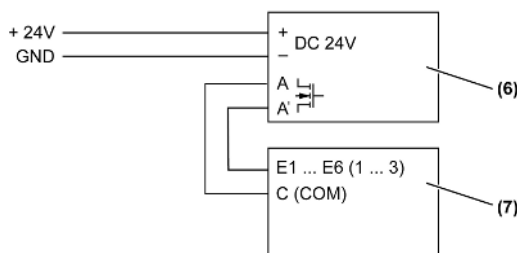

Bild 5: Anschluss an Multistation, Drehensor
| (Bild 5) | (7) Multistation, Art. Nr.: 23066REGHE, Drehsensor, Art. Nr.: DS4092TS |